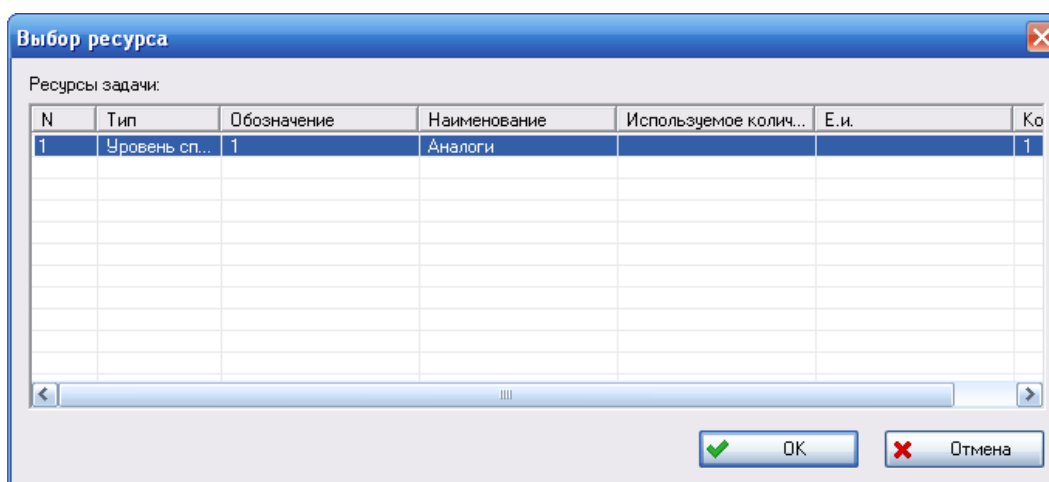

Рис. 2-32
2. В появившемся диалоговом окне **Выбор ресурса** щелчком левой кнопки мыши выберите ресурс из списка ресурсов, связанных с задачей (рис. 2-32). Для одновременного выбора нескольких ресурсов, при выборе ресурсов удерживайте нажатую клавишу CTRL или SHIFT.